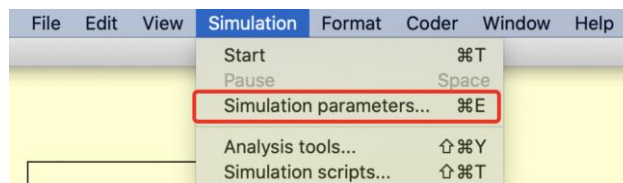
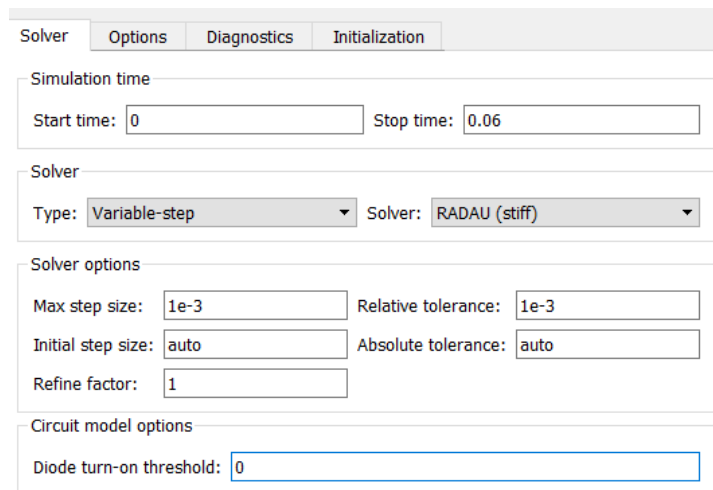

Figura 7 - Acesso aos parâmetros de simulação do modelo PLECS.
Figura 8 - Parâmetros de simulação a adotar.
- 7) Após adicionar os componentes no modelo, deve-se configurar os parâmetros de simulação em “*Simulation >> Simulation parameters*” (ver Figura 7). Os parâmetros de simulação mais importantes são definidos no separador “*solver*” (ver Figura 8), tais como, “*Start time*” e “*Stop time*”. Defina o parâmetro “*Solver*” como “*RADAU (stiff)*” de modo a utilizar um método numérico com melhores propriedades de estabilidade na resolução de sistemas de equações. O parâmetro “*Refine factor*” permite controlar o número de pontos usados para representar as formas de onda. Caso as ondas não estejam representadas de forma suave é aconselhável o ajuste deste parâmetro “*Refine factor*” ao invés do parâmetro “*Max step size*”. Os valores dos restantes parâmetros devem ser usados por omissão, já que são os adequados para a maior parte das aplicações.